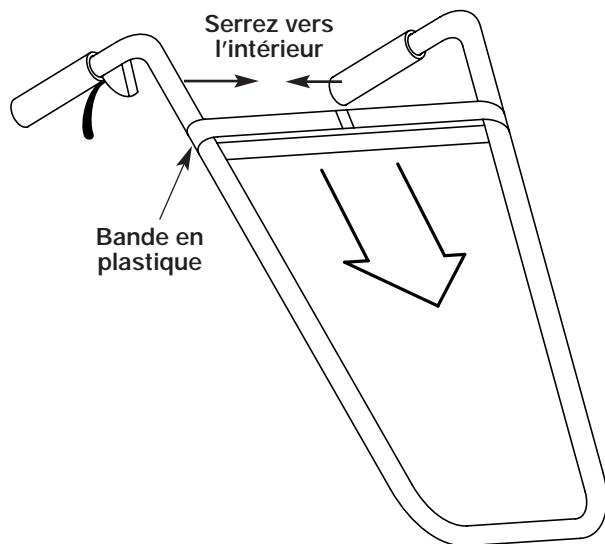

Figure 1
2. Serrez le guidon et glissez la bande en plastique vers le bas pour l'enlever (Fig. 1).